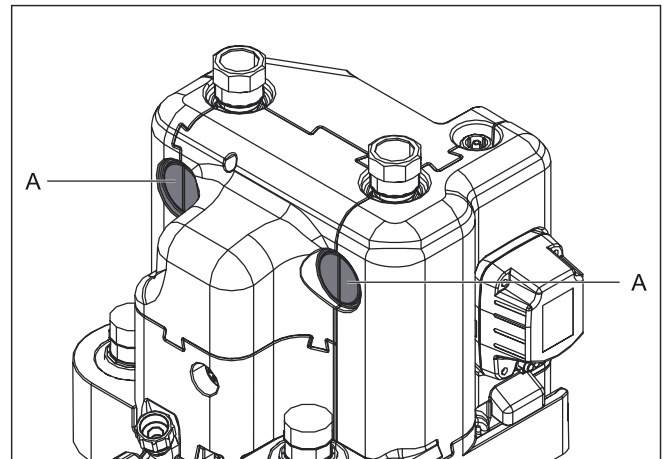

Bild 4-20 Ausschnitt Wärmedämmung
- 16 Seitliche Durchlässe der Wärmedämmung (Bild 4-20, Pos. A) mit einem geeigneten Werkzeug ausschneiden.